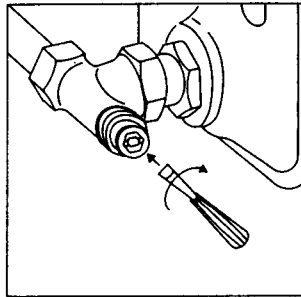

Bild 3
- 1.4 Затем шток вентиля с помощью отвертки повернуть вправо до упора (рис. 3, только для „Combi 4”).
Важно: Для последующего изменения значения преднастройки сначала отверткой (рис. 3), поворачивая влево, ослабить шток вентиля. Затем изменить величину преднастройки с помощью шестигранного ключа № 4 (1).